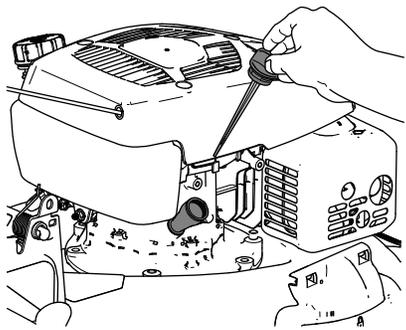

Figura 28
- Retire la varilla girando el tapón en el sentido contrario a las agujas del reloj y tirando del mismo (Figura 28).
4. Ponga la máquina de lado (con el filtro de aire hacia arriba) para drenar el aceite usado del tubo de llenado de aceite (Figura 28).